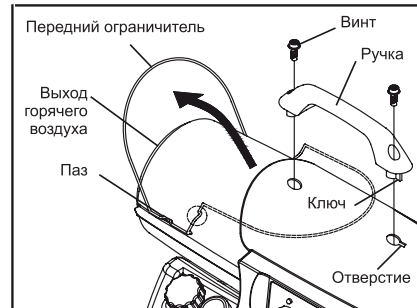

Рис. 6. Установка ручки и переднего ограничителя
А. Модель KFA-70TDGP (см. рис. 6, 7.)
а) Потяните за передний ограничитель по направлению стрелки, как указано на рис. 6 и убедитесь в том, что ограничитель попал в пазы в верхнем кожухе.
б) Совместите ручку с отверстиями в верхнем кожухе. Обратите внимание на выступающий ключ в одном из оснований ручки, который должен совпасть с соответствующим отверстием в кожухе нагревателя (рис. 6).
2. Установка верхней ручки и устройства для намотки шнура питания осуществляется аналогично модели KFA-70TDGP (см. рис. 6, 7.)